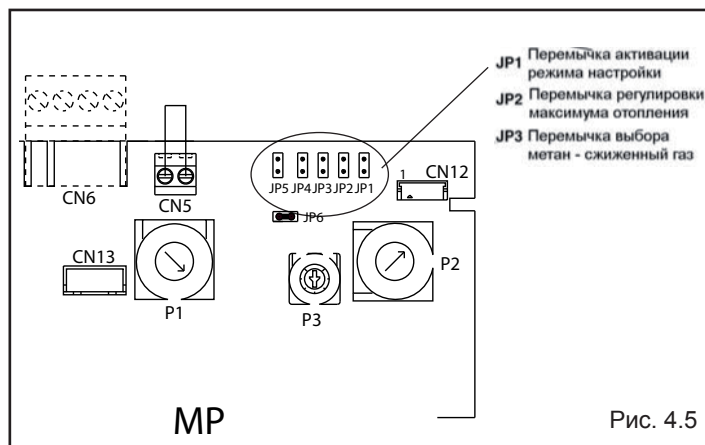

Рис. 4.5
- Установите переключку JP1 (рис. 4.5), при этом ручки, расположенные на панели управления, начнут выполнять функции регулирования минимума и максимума для режима отопления. На дисплее появляется ADJ  чтобы показать, что регулировка выполняется. Убедитесь в том, что переключатель режимов работы находится в положении зима (смотри параграф 4.2);
- Установите переключку JP2 (рис. 4.5)
- На плате управления (рис. 4.5):